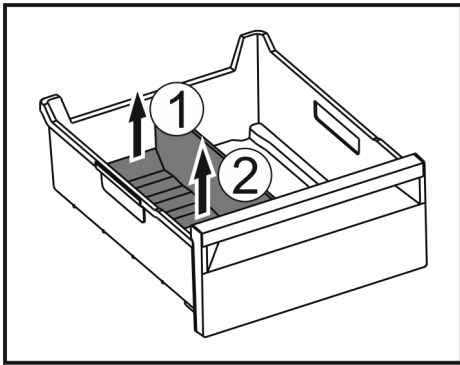

Fig. 138
- ▶ Levantar la parte posterior del separador del compartimento para hielo. Fig. 138 (1)
- ▶ Extraer el separador del compartimento para hielo hacia arriba. Fig. 138 (2)